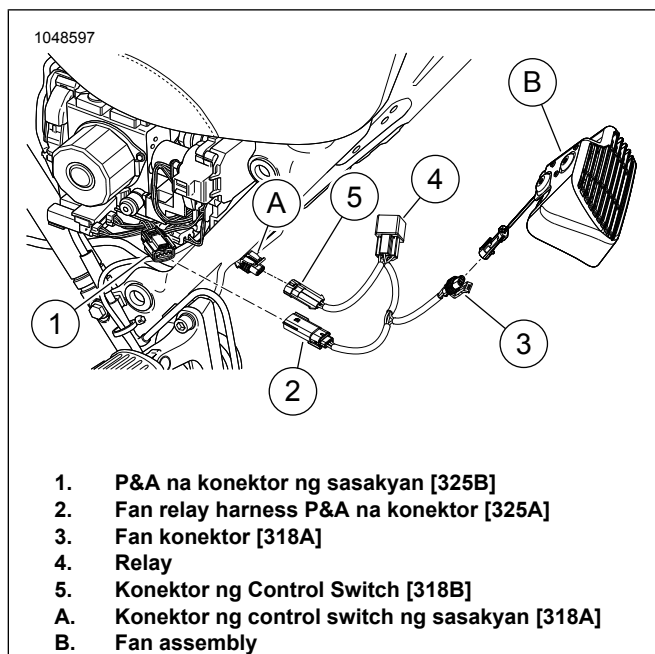
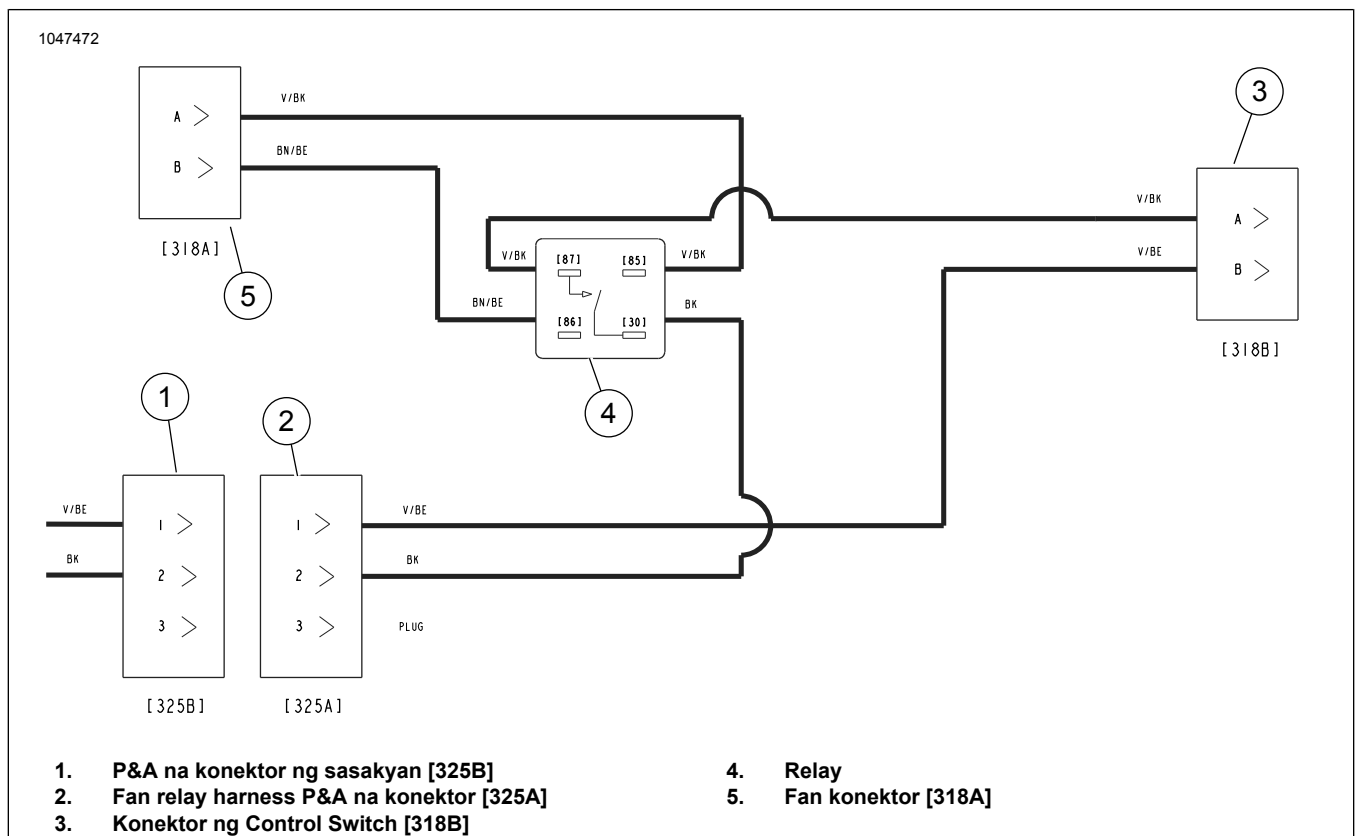

Figure 4. Mga Harness Konektor
Figure 5. Dayagram ng Pagkakable ng Thermal Comfort Fan
Tingnan ang Figure 5 . Ikabit ang opsyonal na Switched Circuit Adapter Harness kung higit sa isang aksesorya ang dapat na makonekta sa pagitan ng P&A na konektor ng sasakyan (1) at ng konektor ng fan relay harness (2).
Tingnan ang Figure 4 at Figure 5 . Ikonekta ang mga konektor ng harness.